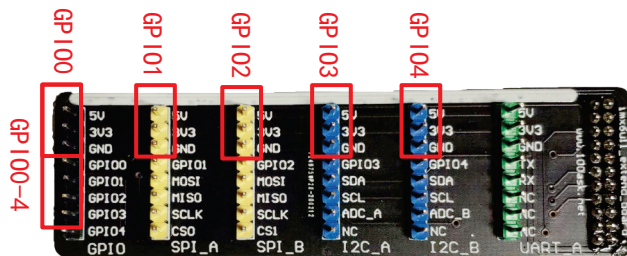

图 1.3.2 100ASK_IMX6ULL 扩展板 GPIO 介绍
- ① 对于只需要一个 GPIO 的模块，可以修改相应代码后，插在五个排针座中的任意一个的上半部分，如图 1.3.2 所示的 GPIO0、GPIO1、GPIO2、GPIO3、GPIO4；
- ② 对于步进电机驱动板这种需要两个及以上 GPIO 的模块，只能插在最左边的黑色排针 GPIO0 上；
- ③ 同一个 GPIO，不能同时用于多个模块。比如不能同时使用电机驱动板和 OLED 模块。因为电机驱动板占用了 GPIO0~3；而 OLED 模块本来可以接在 SPI_A 或 SPI_B，但所需的 GPIO1~2 被电机驱动板占用了。